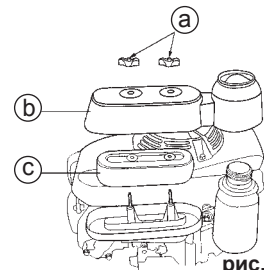

рис. 35
9.5 Воздушный фильтр (См. рис. 35)